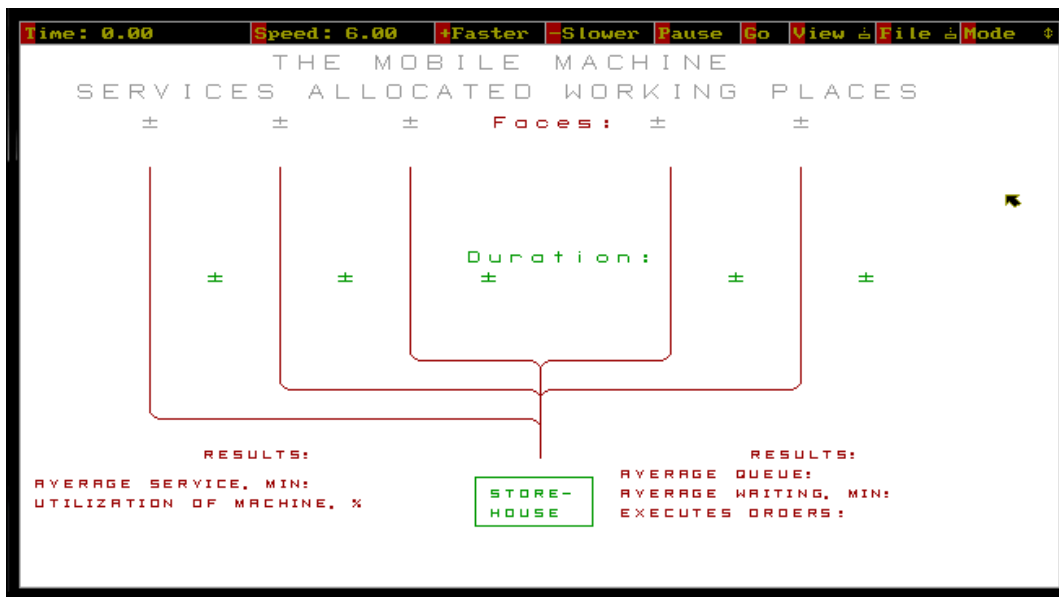

Рисунок 2. Вид модели в начальный момент времени
2. Выведите на экран анимационную модель системы обслуживания робокаром нескольких рабочих мест путем входа с помощью мыши в пункт «File» верхнего горизонтального меню, подпункт «Open Layout&Trace». В появившемся в центре экрана вертикальном меню выберите пункт ROBO1 путем нажатия на нем левой клавиши мыши, на экране появится окно, представленное на рис. 2.